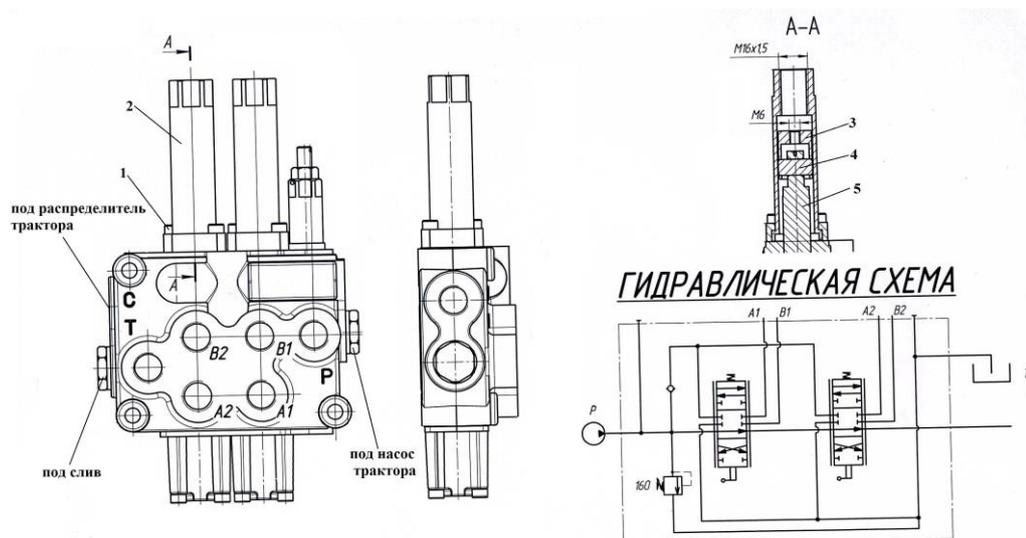

Рисунок 19 – Гидрораспределитель
У гидрораспределителя (см. рис. 19) отвинтить два винта поз. 1, накрутить второй конец кожуха троса на направляющую распределителя по резьбе. Освободить
У распределителя переставить заглушку «Р» с бокового отверстия на соответствующее верхнее отверстие. (см. рис. 19). В отверстия «Р», «С» и «Т» вкрутить штуцера 3/8\* с
Под кабиной трактора отсоединить штатный рукав трактора от масляного насоса и прикрутить на его место рукав длиной 0,7м (с одним угловым фитингом) через переходник ПБМ 800.60.010, другой конец рукава подсоединить к распределителю вывода «Р». (см. рис.20) К освободившемуся штатному рукаву трактора присоединить через штуцер переходной М24х1,5 на М20х1,5 рукав длиной 0,8м (с одним угловым фитингом), другой конец которого подсоединить к распределителю вывода «С». Соединить штуцер «Т» со сливным баком трактора рукавом длиной 1,2м через переходной штуцер М24х1,5 на М20х1,5, предварительно выкрутив пробку (см. рис. 20). Четыре рукава длиной 3,4 м по правой стороне рамы погрузчика (проходят в полости рамы от трубопроводов на поперечной трубе) подсоединить с распределителем через БРС, штуцера 3/8\* и прокладок строго по порталам (см. рис.19, 20 и приложение В.1, В.2)
**ВНИМАНИЕ!** Рукава L=3,4 м -2 шт. (помечены краской) от дивертора строго подсоединяем с соответствующими порталами гидрораспределителя (рис.19) А1 и В1, рукава L=3,4 – 2 шт. от трубопроводов подсоединяем с порталами А2 и В2.